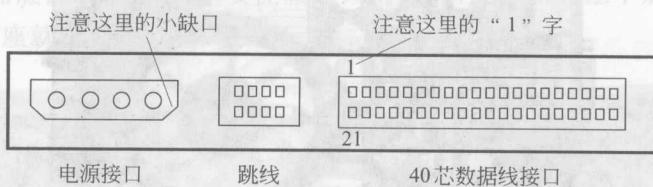

图 1-11 硬盘接口示意图
② 硬盘固定 硬盘在工作时其内部的盘片、磁头会高速相对运动,因此必须保证硬盘安装到位,确保固定。所以要用螺丝将硬盘固定在机箱 3 寸固定架上,注意有接线端口的那个侧面向里,另一头朝向机箱面板。一般硬盘面板朝上,而有电路板的那个面朝下。
③ 正确连线 硬盘连线包括电源线与数据线两条,两者谁先谁后无所谓。对于电源的连接,注意图 1-11 中电源接口上的小缺口,在电源接头上也有类似的缺口,这样的设计是为了防止电源插头插反了。至于数据线,现在有两种,早期的数据线都是 40 针 40 芯的电缆,而自 ATA/66 就改用 40 针 80 芯的接口数据电缆了,如图 1-12 所示。连接时,一般将电缆红线的一端插入硬盘数据线插槽上标有“1”的一端,另一端插入主板 IDE 口上也标记有“1”的那端,数据线容易插反,如果开机硬盘不转(听不到硬盘自检的响声),多半插反了,将其旋转 180° 后插入即可。